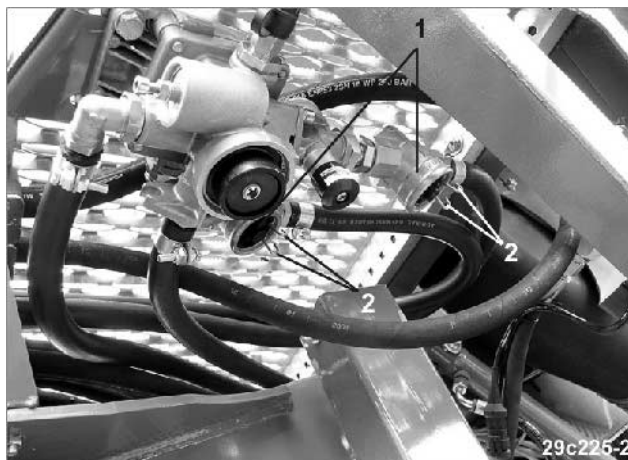

Fig. 47
Kahden johtosuodattimen (Fig. 47/1) puhdistus 3 kuukauden välein (vaikeimmissa käyttöolosuhteissa useammin). Tätä varten
- purista molempia (Fig. 47/2) siteitä yhteen ja poista sulkuosa yhdessä O-renkaan, painejousen ja suodatinelementin kanssa